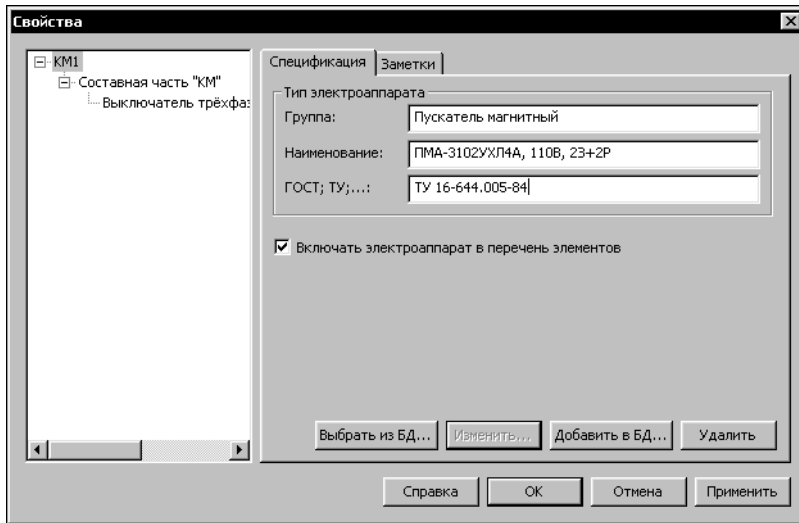

Рис. 9.2. Вкладка **Спецификация**
Спецификация	Вкладка появляется в диалоге, если на УГО предусмотрено текстовое поле типа БЦО (такому УГО нельзя назначить тип аппарата). В этой вкладке (рис. 9.2) для УГО можно ввести или выбрать из базы описание типа аппарата. Кроме того, введенное описание можно добавить в базу данных. Элементы управления вкладки представлены в табл. 9.5.
1. Чтобы ввести данные о типе аппарата, в диалоге свойств аппарата (см. табл. 9.2 на с. 66) установите курсор на уровень БЦО и активизируйте вкладку **Спецификация** (рис. 9.2, табл. 9.5).